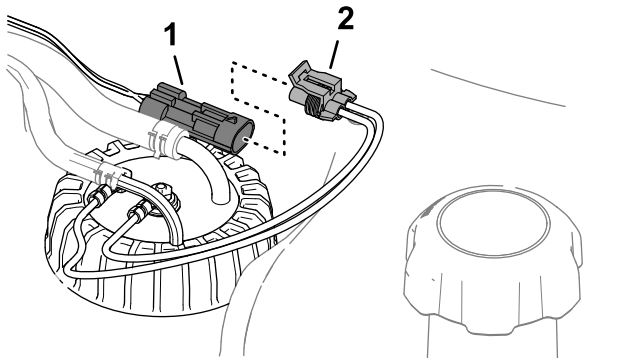

Figura 92
6. Enchufe el conector del arnés del sensor de combustible en el conector del arnés de cables de la máquina (Figura 92).